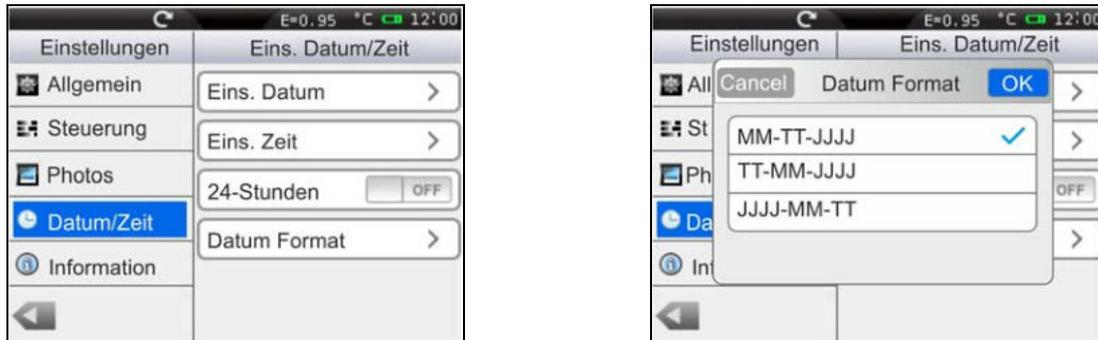

Abb. 19: Abschnitt "Datum/Uhrzeit" Menü Einstellung
1. Berühren Sie die Box "Datum Format" und wählen Sie das gewünschte Datumformat unter den folgenden Optionen aus: **MM-TT-JJJJ**, **TT-MM-JJJJ** e **JJJJ-TT-MM** (siehe Abb. 19)
3. Berühren Sie die Box "24 Stunden (ON) / 12 Stunden (OFF)" und wählen Sie das gewünschte Uhrzeitformat aus.